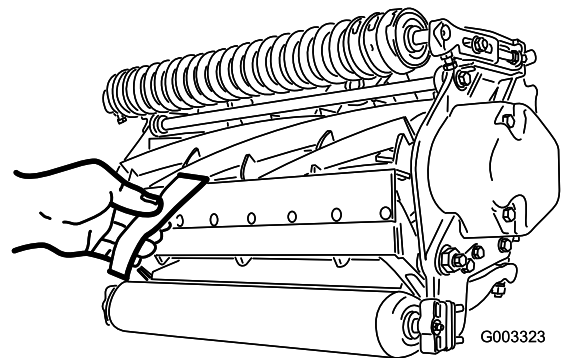

Figura 8
- B. Inserați o bucată lungă de hârtie (nr. piesă Toro 125-5610) pentru verificarea performanței de tăiere între cilindru și contracuit, perpendicular pe contracuit (Figura 8), apoi rotiți cilindrul **încet** în față; ar trebui să taie hârtia; în caz contrar, repetați pașii A și B până când ajungeți la acest rezultat.
- Inserai o bucată lungă de hârtie pentru verificarea performanței de tăiere (nr. piesă Toro 125-5610) între cilindricul și contracuit, perpendicular pe contracuit (Figura 8), apoi rotii cilindricul **încet** în față; ar trebui să taie hârtia; în caz contrar, rotii fiecare urub de reglare al barei